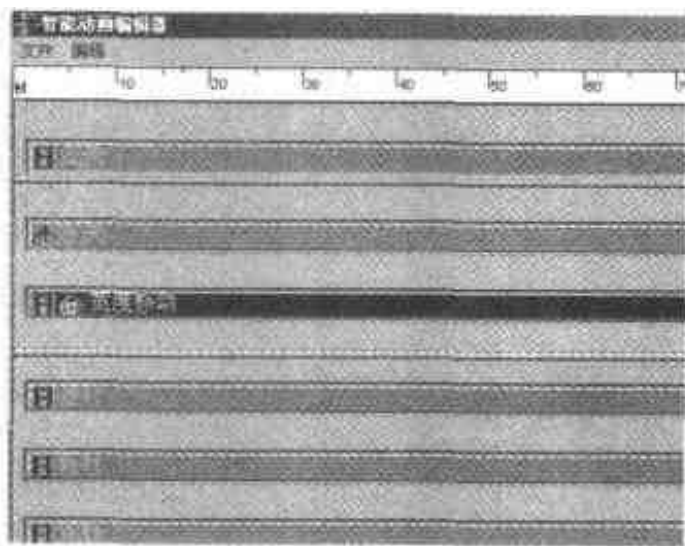

图 5.77 动画编辑器
- (6) 此时所对应的智能动画编辑器如图 5.77 所示。